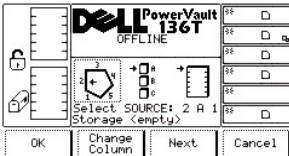

Abbildung 38. Dialogfeld "Command" > "Move" > "Scan Barcode"
Wenn "Scan Barcode" ausgewählt wird, wird das Dialogfeld "Barcode" angezeigt (siehe Abbildung 38). Diese Option inventarisiert eine Reihe von Slots.
- 1 Wenn die Taste unter dem Softkey **Next** gedrückt wird, wechselt der aktuelle Quellenparameter, wie im Dialogfeld "Scan Barcode" gezeigt, von "Slot" zu "Column" (siehe Abbildung 38).